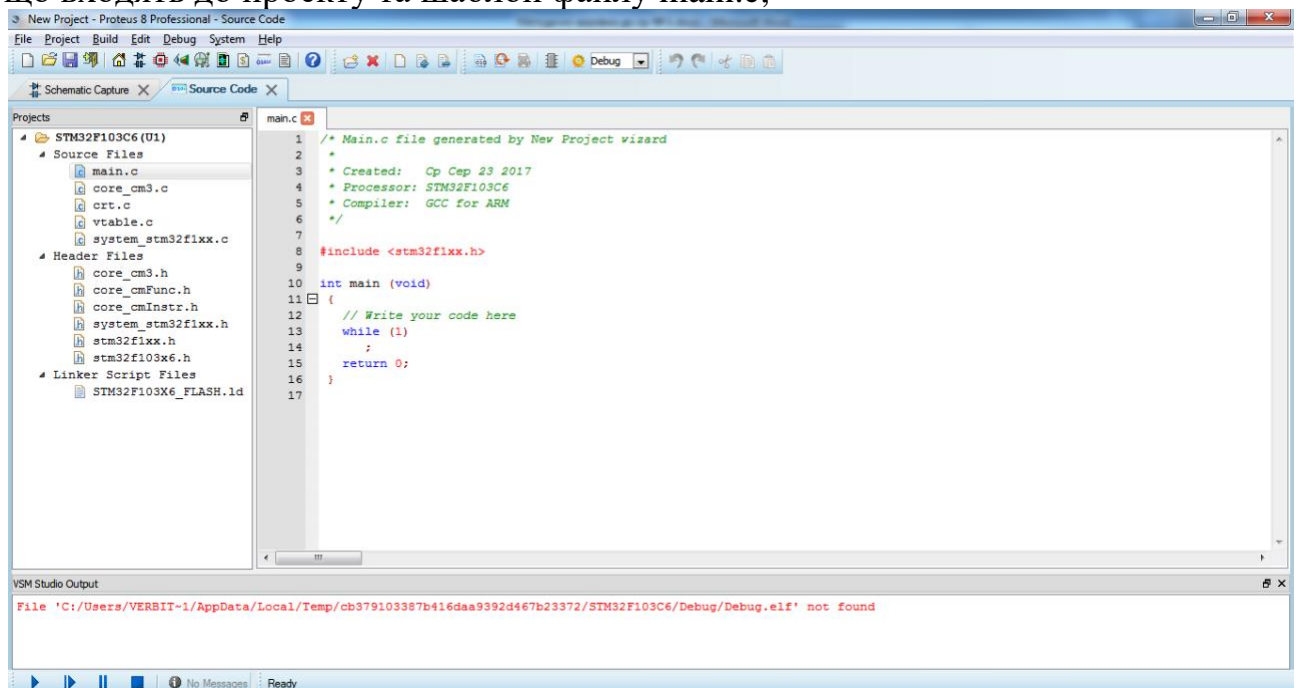

Рис. 8
1) перейти до вкладки Source Code (рис. 8), проаналізувати перелік файлів що входять до проекту та шаблон файлу main.c;